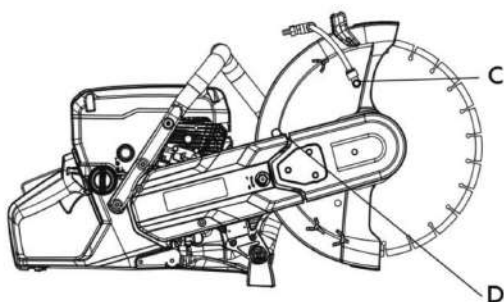

Рис. 11
- Отсоедините штуцера водяного шланга (при наличии системы подачи воды) и рукоятку от кожуха диска (С). Снимите стопор (D) (рис. 11).